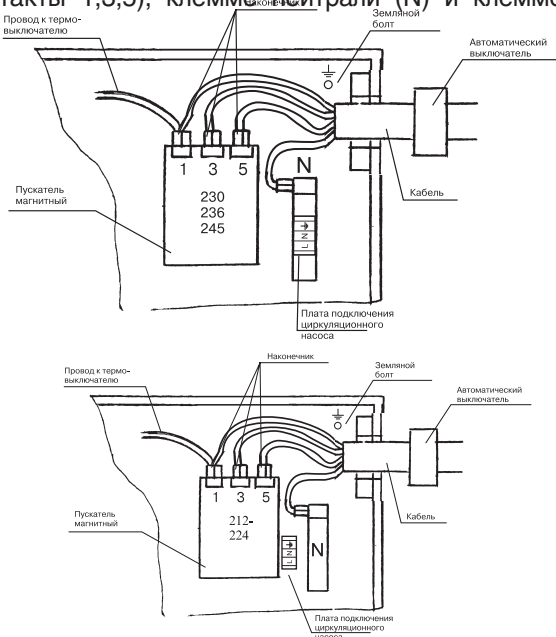

Рис.3.
5.3. Подключение электродатчика к электросети производить согласно схеме рис. 3,4 с обязательным применением планок и накопечников из комплекта поставки. Наконечники закрепить к проводам рабочей (фазной) проводки (3 шт.), к проводам рабочей и защитной нейтрали (2 шт. – П6-6-ЛТ-07), опять, закрепить гайками к пускательному магнитоному (контакты 1,3,5), клемме нейтрали (N) и клемме заземления (\perp).